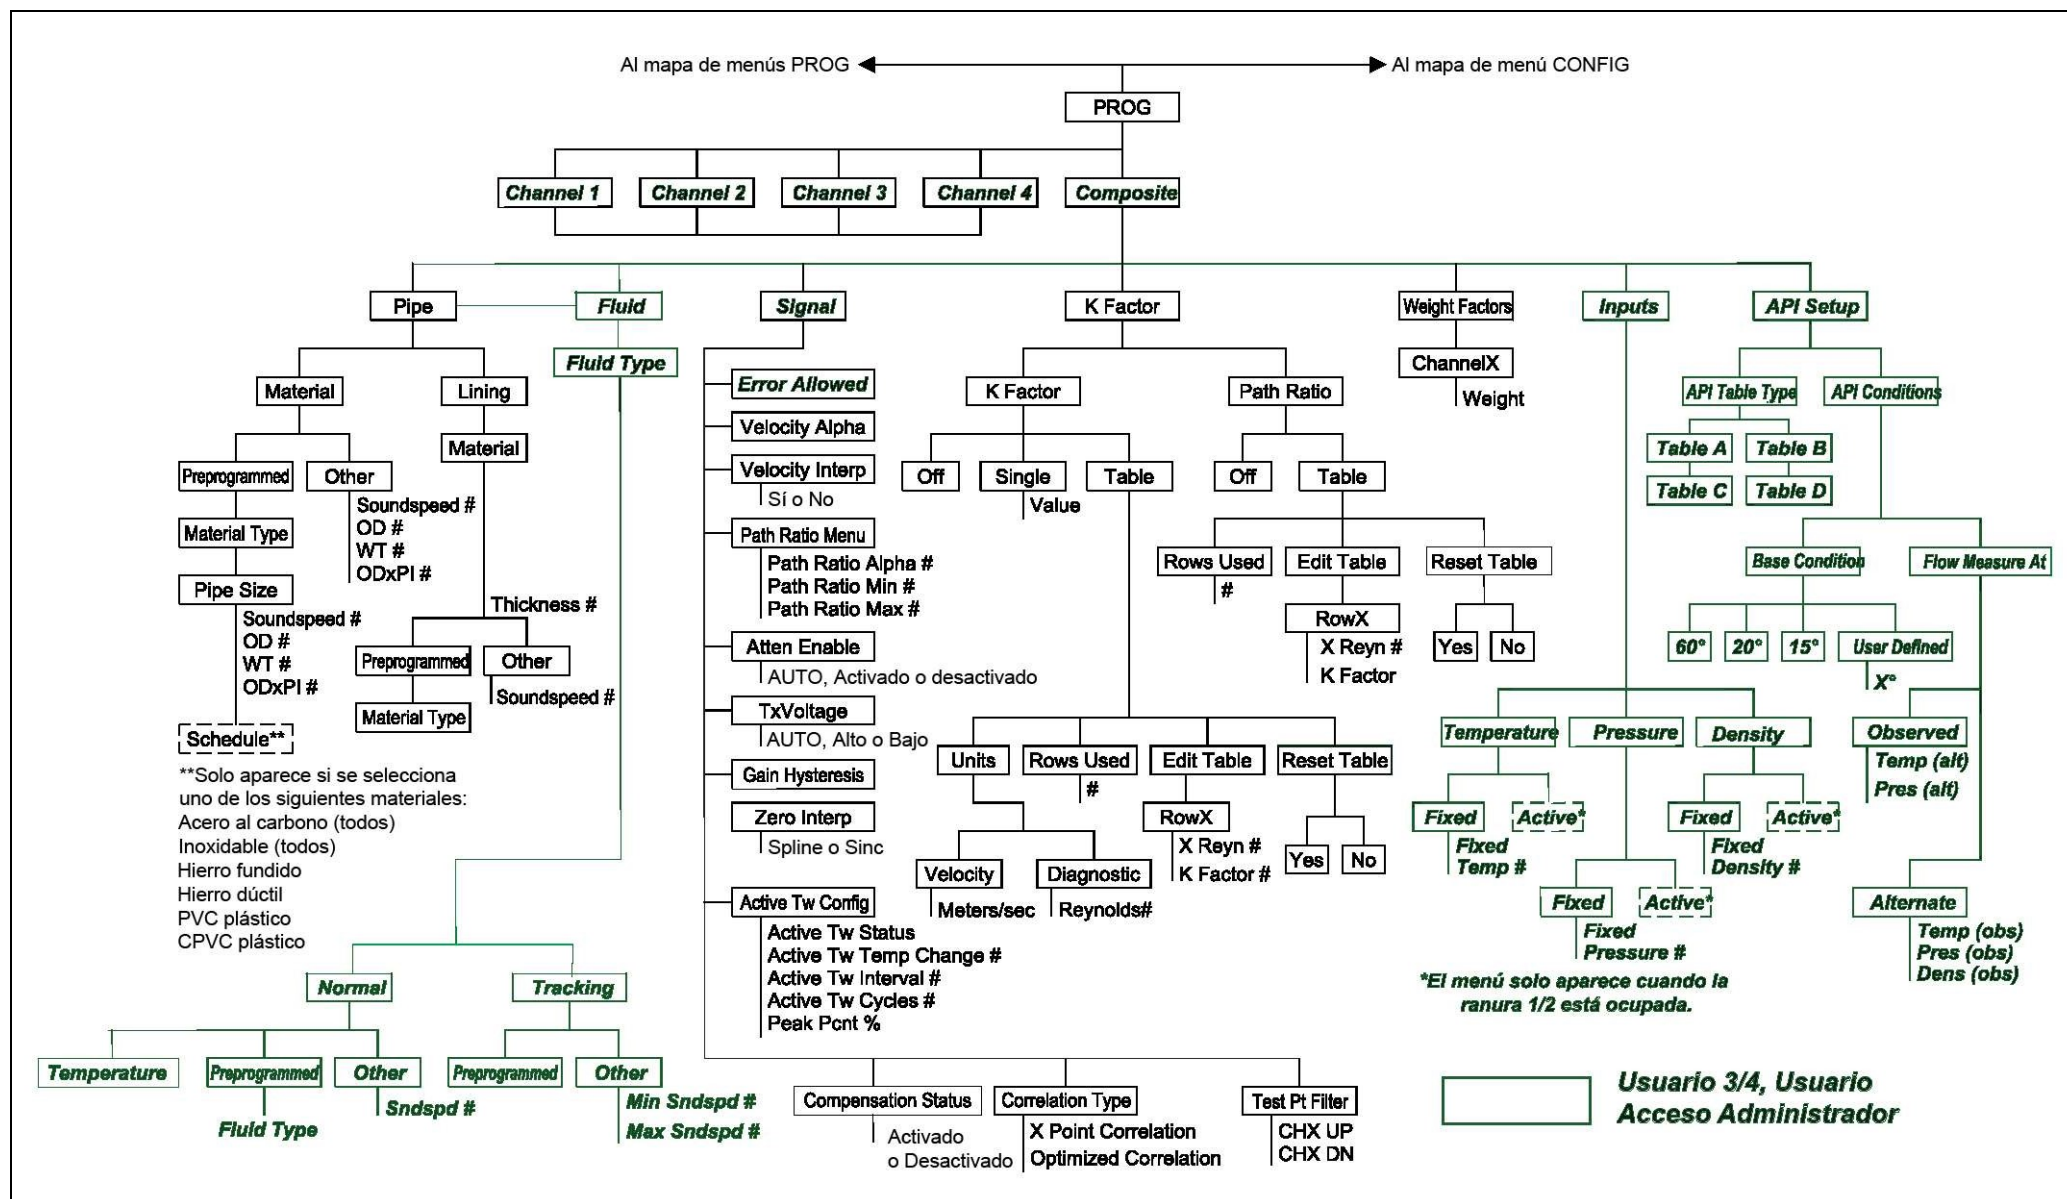

Figura 67: Mapa de menú PROG-COMPOSITE
- Figura 67, “Mapa de menú PROG-COMPOSITE,” en la página 129